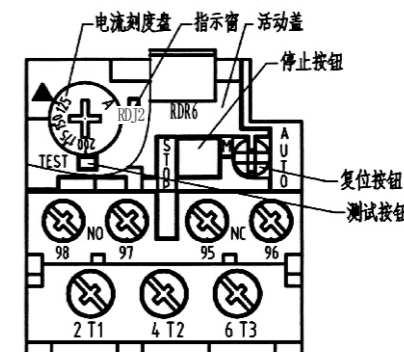

图12
- 6.1.2 动作测试:在主回路通电前进行。揭开活动盖,用螺丝刀按动测试按钮,NC触头会断开,NO触头会闭合、通过指示窗能观察到转换状态(黄色标志露出为动作状态,未露出为复位状态)。(见图12)
- 6.1.3 复位方式设定:在主回路通电前进行。热继电器出厂时处于自动复位方式,热继电器脱扣后,当 $I_e \leq 63A$ 时5分钟内自动复位,当 $I_e > 63A$ 时8分钟内自动复位;用户若需要选用手动复位方式,只需要按下复位按钮并逆时针旋转90°即可,当热继电器脱扣后,2分钟内按下蓝色复位按钮才能复位。(见图12)
- 6.1.4 整定电流设定: 在主回路通电前进行。热继电器出厂时处于最小整定电流位置,用户若需要选用其它整定电流值,只需揭开活动盖,用螺丝刀旋动电流刻度盘,使箭头所指电流刻度值与保护电动机的满载额定电流相一致即可。如需使用两刻度之间的电流值,可按比例旋转电流刻度盘定位,并在使用过程中作适当调整。(见图12)
6.1.6 如果运行中要紧急停止，只需按下停止按钮即可。按下停止按钮只能断开NC，对NO无影响，松开停止按钮则NC复位。(见图12)